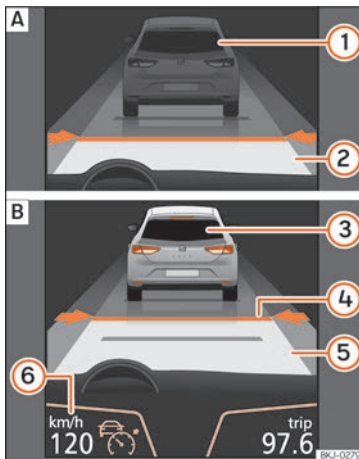
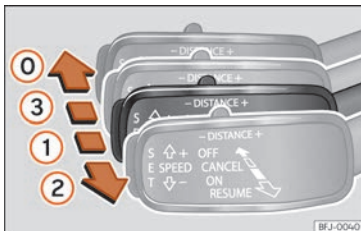
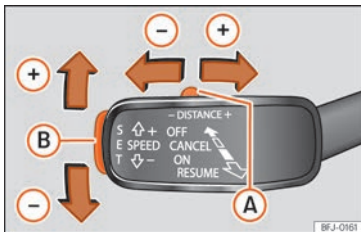

Abb. 274 Am Bildschirm des Kombi-Instruments: **A** ACC inaktiv (Standby). **B** ACC aktiv.
Abb. 276 Links an der Lenksäule: dritter Hebel für die Bedienung der ACC.
Abb. 277 Links an der Lenksäule: dritter Hebel für die Bedienung der ACC.
Bildschirmanzeigen »» **Abb. 274:**
Wenn die ACC eingeschaltet ist, schaltet sich auf der Schalttafel die grüne Kontrollleuchte ein (☺) und auf dem Bildschirm werden die programmierte Geschwindigkeit und der Zustand der ACC angezeigt » **Abb. 274**.
- Um die ACC zu aktivieren, bewegen Sie den Hebel in die Position **ON** » **Abb. 276** (1). Zu
- Drücken Sie anschließend die Taste **SET** » **Abb. 277** (B) oder bewegen Sie den Hebel in die Position **RESUME** » **Abb. 276** (2). In diesem Moment wird die ACC aktiviert und die aktuelle Geschwindigkeit und der Abstand werden programmiert. Die Anzeige am Kombi-Instrument wechselt in den Modus Aktiv » **Abb. 274** (B).
- Zur Programmierung der Geschwindigkeit schieben Sie den dritten Hebel nach oben (+) oder nach unten (-) bis zur gewünschten Geschwindigkeit » **Abb. 274** (6). Die Einstellung der Geschwindigkeit erfolgt in Schritten von 10 km/h (6 mph).
- Falls Sie die Geschwindigkeit in Schritten von 1 km/h (0,6 mph) erhöhen möchten, bewegen Sie den Hebel in die Position **RESUME** » **Abb. 276** (2) bzw. drücken Sie zur Reduzierung die Taste **SET** » **Abb. 277** (B).
- Um das Abstandsniveau zu erhöhen oder zu reduzieren, bewegen Sie die Taste **A** nach rechts oder links »» **Abb. 277**.
Am Bildschirm des Kombi-Instruments wird das ausgewählte Abstandsniveau geändert »» **Abb. 274** **4**. Sie können aus 5 verschiedenen Abstandsniveaus auswählen. SEAT empfiehlt das Niveau 3. Der programmierte Abstand kann während der Fahrt oder bei Fahrzeugstillstand geändert werden »» **4**.
- Um die ACC zu deaktivieren, bewegen Sie den Hebel in die Position **OFF** (fest) »» **Abb. 276** **0**. In diesem Moment erscheint der Text **ACC deaktiviert** und die Funktion ist vollständig deaktiviert.